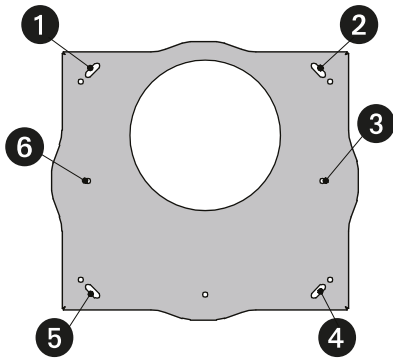
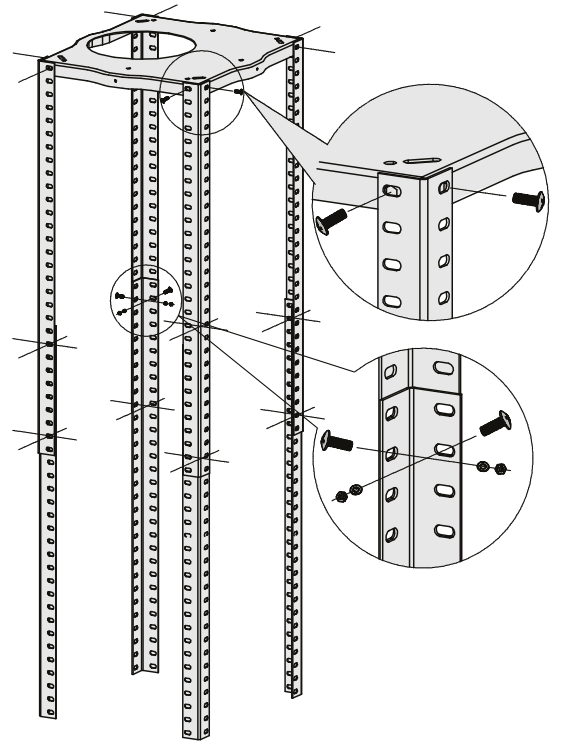

Figure 25-1
Figure 26
- Suspendre le support au plafond à l'aide de six (6) boulons à coquille d'expansion pour béton, ou 11 vis de montage et 11 brides d'ancrage pour bois (voir les figures 25-1 ou 25-2).
- Fixer les ferrures de fixation en angle au support de montage du plafond à l'aide de huit (8) vis M5 × 10.
- Positionner les ferrures à la longueur désirée et les fixer en place à l'aide de 16 vis M5 × 10, 16 écrous et 16 rondelles (voir la figure 26).